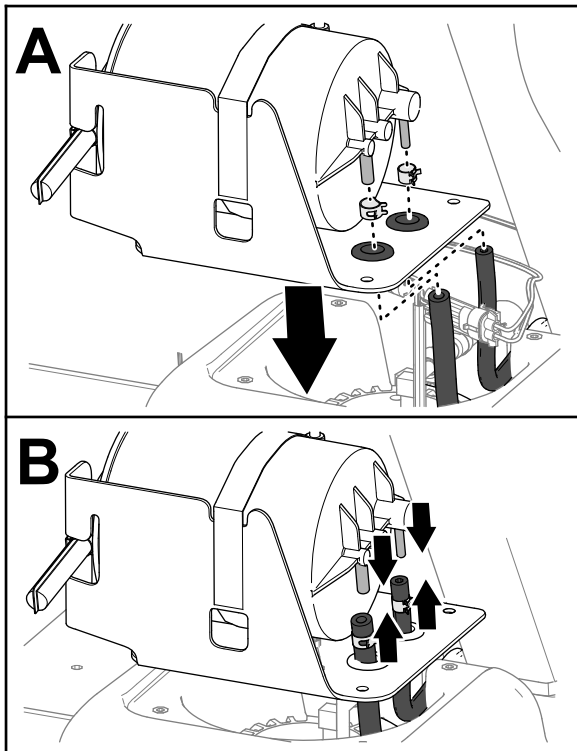

Bild 122
1. Richten Sie die Schläuche des Kraftstofftanks durch die Tüllen der Halterung für den Aktivkohlefilter aus (Bild 122).
2. Bringen Sie die Schlauchklemmen an den Schläuchen an (Bild 122).
3. Montieren Sie die Schläuche auf die Anschlussstücke des Aktivkohlefilters (Bild 122).